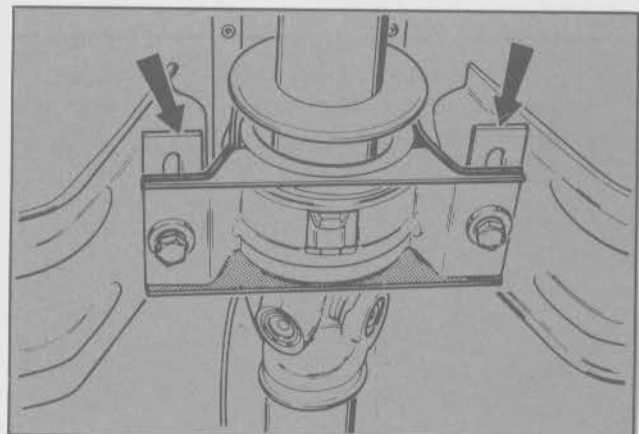

Fig. 121 - Instalación del soporte central del árbol de transmisión
- Elevar el vehículo y retirar los tornillos de sujeción del soporte central del árbol de transmisión (Fig. 121).
- Instalar el soporte central del árbol de transmisión (Fig. 121).